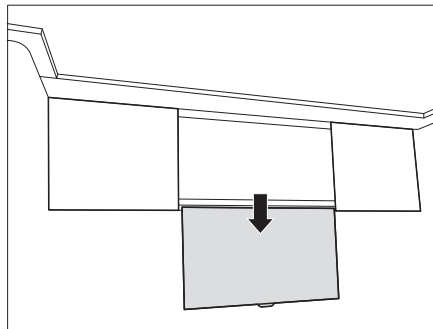

Bild 137 Platt bildskärm i nedre läge
- Dra ner den platta bildskärmen i handtaget (Bild 137).